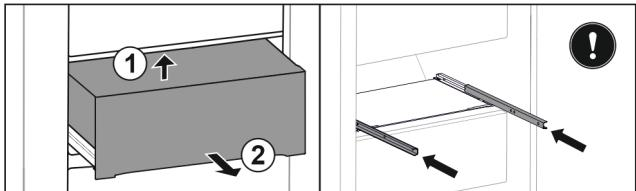

Fig. 142
- Приподнимите выдвижной ящик сзади снизу. Fig. 142 (1)
- Извлеките выдвижной ящик движением вперед. Fig. 142 (2)